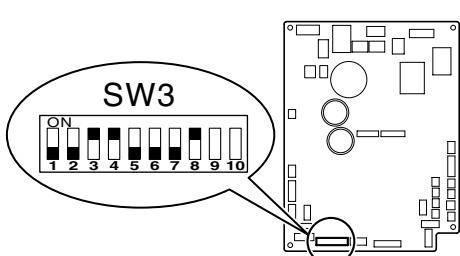

Fig. 6-2
6.2. Gömülümiş iç ünitenin ayarlanması (yapılmalıdır) (Fig. 6-2)